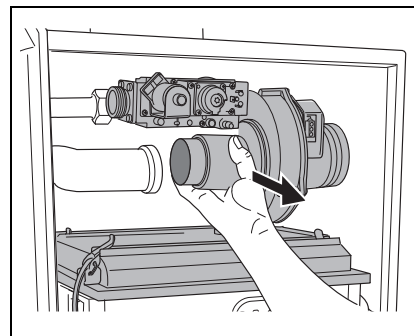

Fig. 8
- Togliere il coperchio del bruciatore con unità di miscelazione aria/gas (fig. 8).
- Retirar a cobertura do queimador com a unidade de gás/ar (fig. 8).